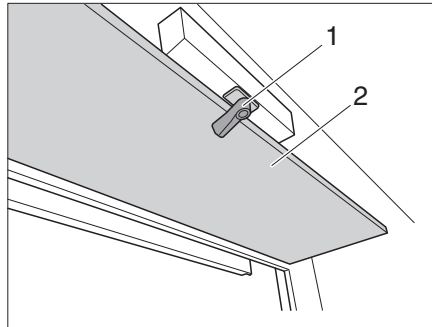

Fig. 147 Trampa para manivela
- Soltar bloqueo (Fig. 147,1) y cerrar la trampa (Fig. 147,2) hacia abajo. La manivela para el ajuste de altura se encuentra detrás de la trampa.